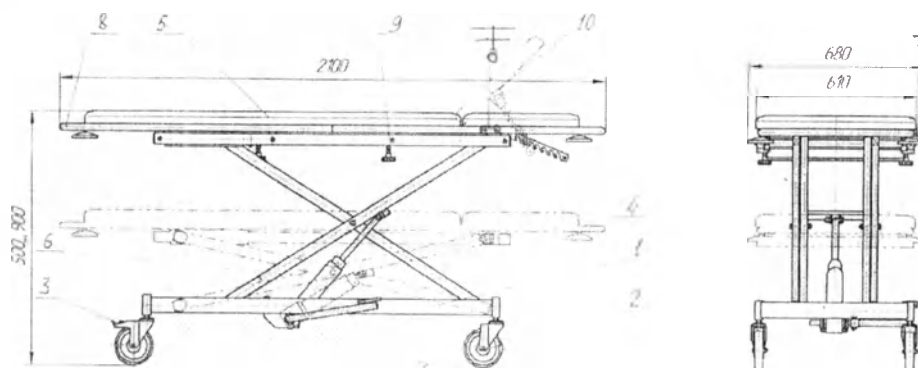

Рисунок 1
2.1 Тележка (см. рисунок 1) имеет основание 1, сваренное из стальных труб и установленное на четыре самоориентирующие колеса 2, два из которых имеют тормоз 3. На основание 1 установлен крестообразный рычажный механизм 4 подъёма и опускания ложа 5 и гидропривод 6 с педалью 7 при нажатии на которую вниз происходит подъём ложа, опускание ложа происходит при нажатии на педаль вверх. Панель ложа оснащена ручками 8 за которые осуществляется транспортировка тележки. На панели закреплён (с помощью 2-х болтов на М6) штатив 10 оснащенный двумя кольцами и двумя крючками для удержания различных ёмкостей.